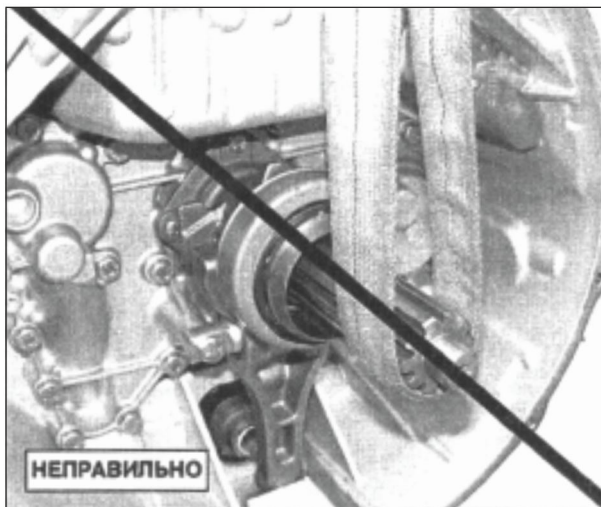

Рис. 154
- Коробку передач ZF не подвешивать за первичный и выходной валы. (см. Рис. 154)